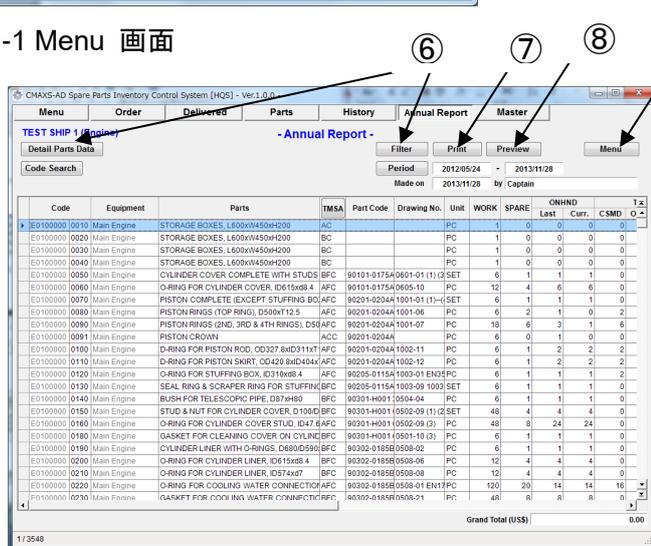

図 11-3 Annual Report 画面
- (5) "Annual Report 画面"(図 11-3) が表示されます。画面中にマスターデータに登録されている全部品が表示されます。
- (6) 部品検索には"Code Search"機能または"Filter"機能をご使用ください。(18 章参照)
- (7) [Print]を選択し抽出された部品リストを印刷してください。
- (8) 印刷画面を確認したい場合は[Preview]を選択してください。
- (9) [Menu]を選択すると"Menu 画面"に戻ります。